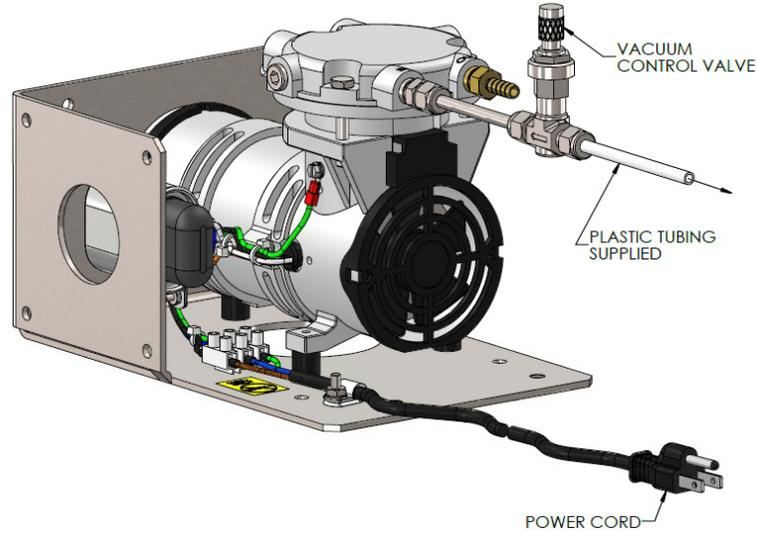

图 22: 真空泵总成
21. 如果分析仪配有真空泵，请将水分出样口与泵真空控制阀连接（参见图 22）。对于未配备 HSS 的系统，请使用随附的聚乙烯管路。对于配备 HSS 的系统，请使用 0.64 厘米（¼ 英寸）的不锈钢管路。